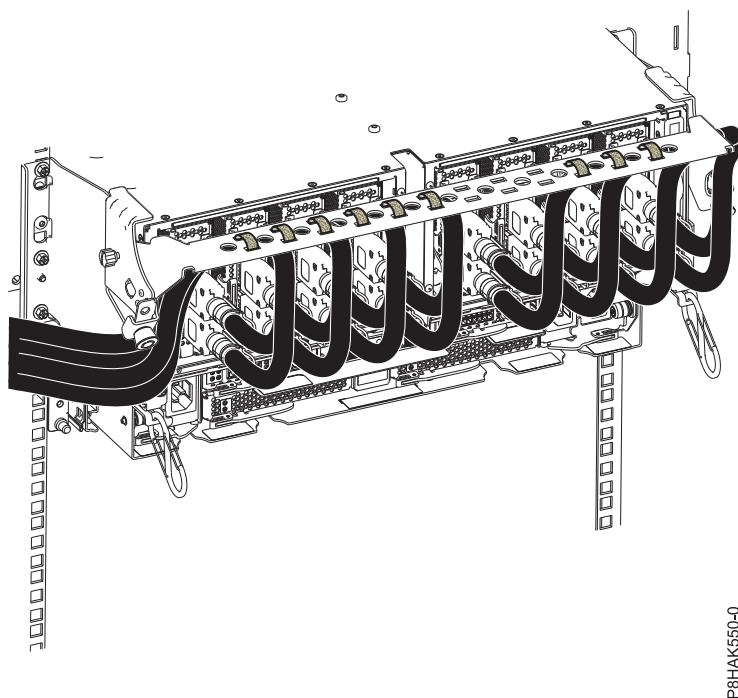

Figura 35. Com fer passar els cables per la peça de subjecció portacables
5. Feu passar el CXP, els cables del calaix d'expansió i els cables d'entrada/sortida (E/S) per la peça de subjecció portacables. Consulteu la Figura 35 a la pàgina 35.
- f. Mitjançant cintes de velcro, feu passar el cable sobrant i la fibra de cable per la peça de subjecció portacables, tal com es mostra a la Figura 35 a la pàgina 35.